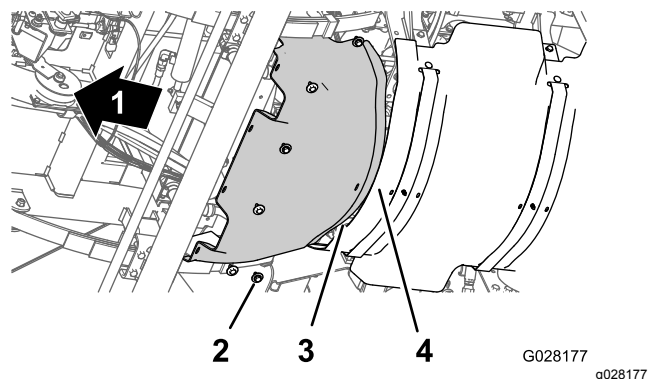

Рисунок 58
1. Расположите задний фланец переднего теплоизолирующего экрана над передним фланцем заднего теплоизолирующего экрана, выровняв их по краям (**Рисунок 58**).
2. Совместите отверстия в переднем теплоизолирующем экране с резьбовыми отверстиями в шасси (**Рисунок 58**).
3. Установите передний теплоизолирующий экран на машину с помощью 6 болтов с шестигранными головками и 6 шайб (**Рисунок 58**), снятых на этапе 3 раздела Демонтаж переднего теплоизолирующего экрана \(страница 58\).